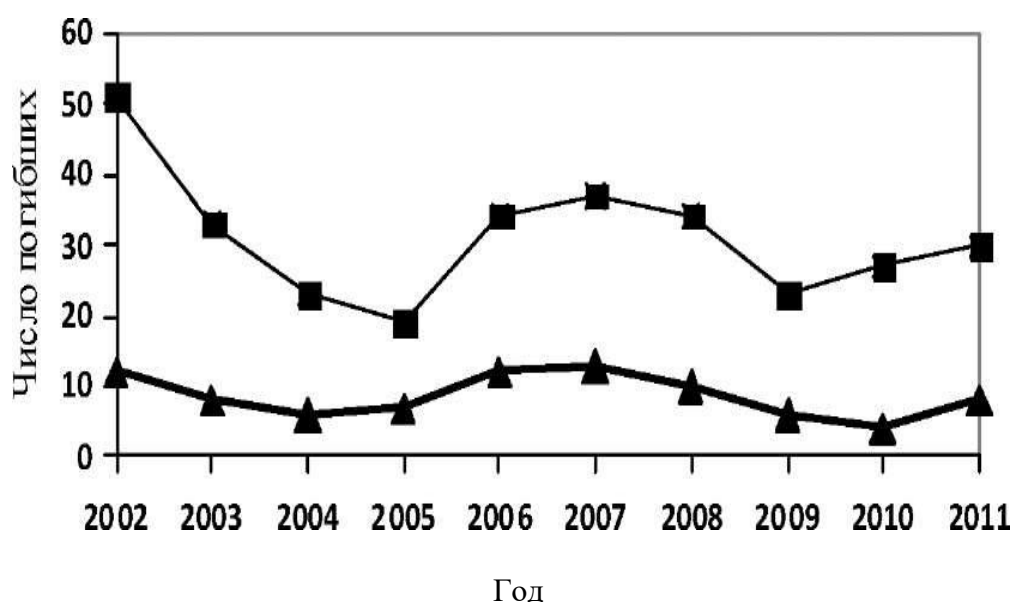

Рисунок 6.4. – Число погибших от пожаров и взрывов в России в период с 2002 по 2011 год.
**Иллюстрации (рисунки).** Все иллюстрации в пояснительной записке (эскизы, схемы, графики, фотографии) должны быть оформлены согласно настоящим методическим указаниям. Аккуратно выполненные иллюстрации должны располагаться по ходу текста. Сам рисунок должен располагаться сразу после завершения абзаца, где имеется ссылка на него, или на следующей странице. Ссылка в тексте на рисунок делается в виде: «... на рис. 6.4 приведена (показана и т.п.) ...». Если приводится график, то обязательно необходимо подписывать оси с размерностью приводимых величин, «... как показано на рис. 6.4. ...» При изображении устройства или схемы необходимо пояснять их основные элементы в подрисуночной подписи.